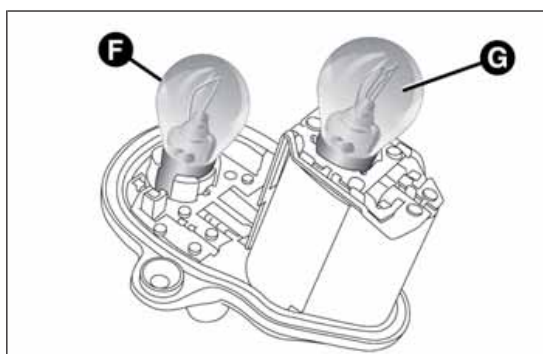

Abb. 187
- Ersetzen Sie dann die entsprechende Lampe: F = Fahrtrichtungsanzeiger, G = Stand-/Bremslichter Abb. 187.